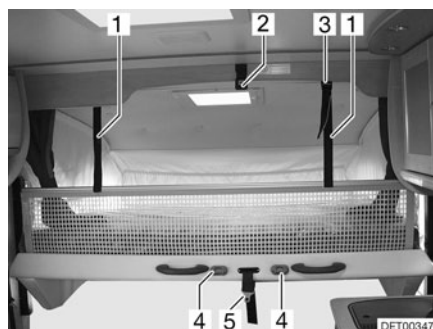

Fig. 97 Cama elevada
- Soltar el cinturón de retención (Fig. 97,5) del techo (Fig. 97,2).
- Asegurar la cama elevada con el cinturón de retención (Fig. 97,5) al techo (Fig. 97,2).
- Enganchar la escalera de ascenso a las grapas (Fig. 97,4) de la cama elevada con los dos ganchos.
- Engatillar las cintas de sujeción (Fig. 97,1) en los soportes (Fig. 97,3) en el techo.